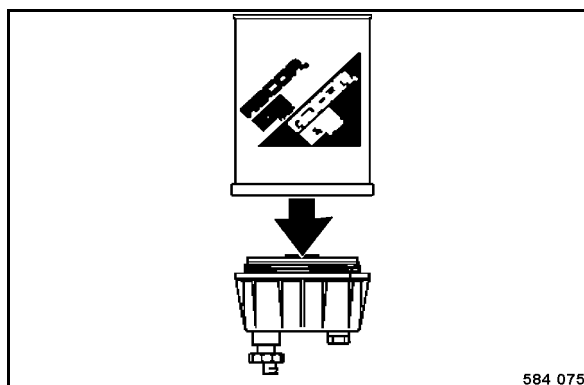

Fig. 148
- Dévisser le séparateur d'eau de la cartouche de filtre (Fig. 148).